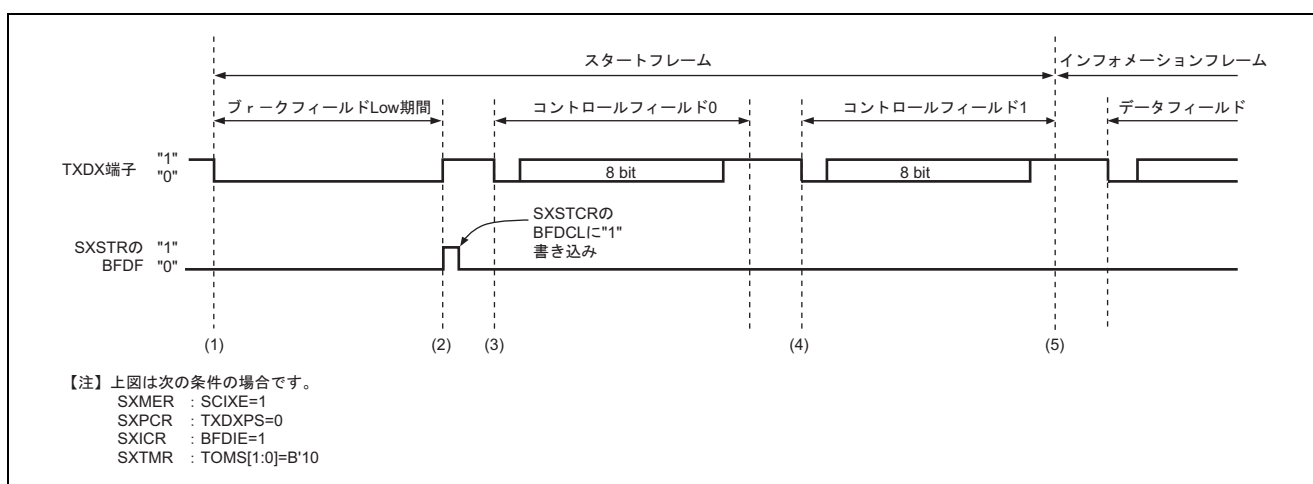
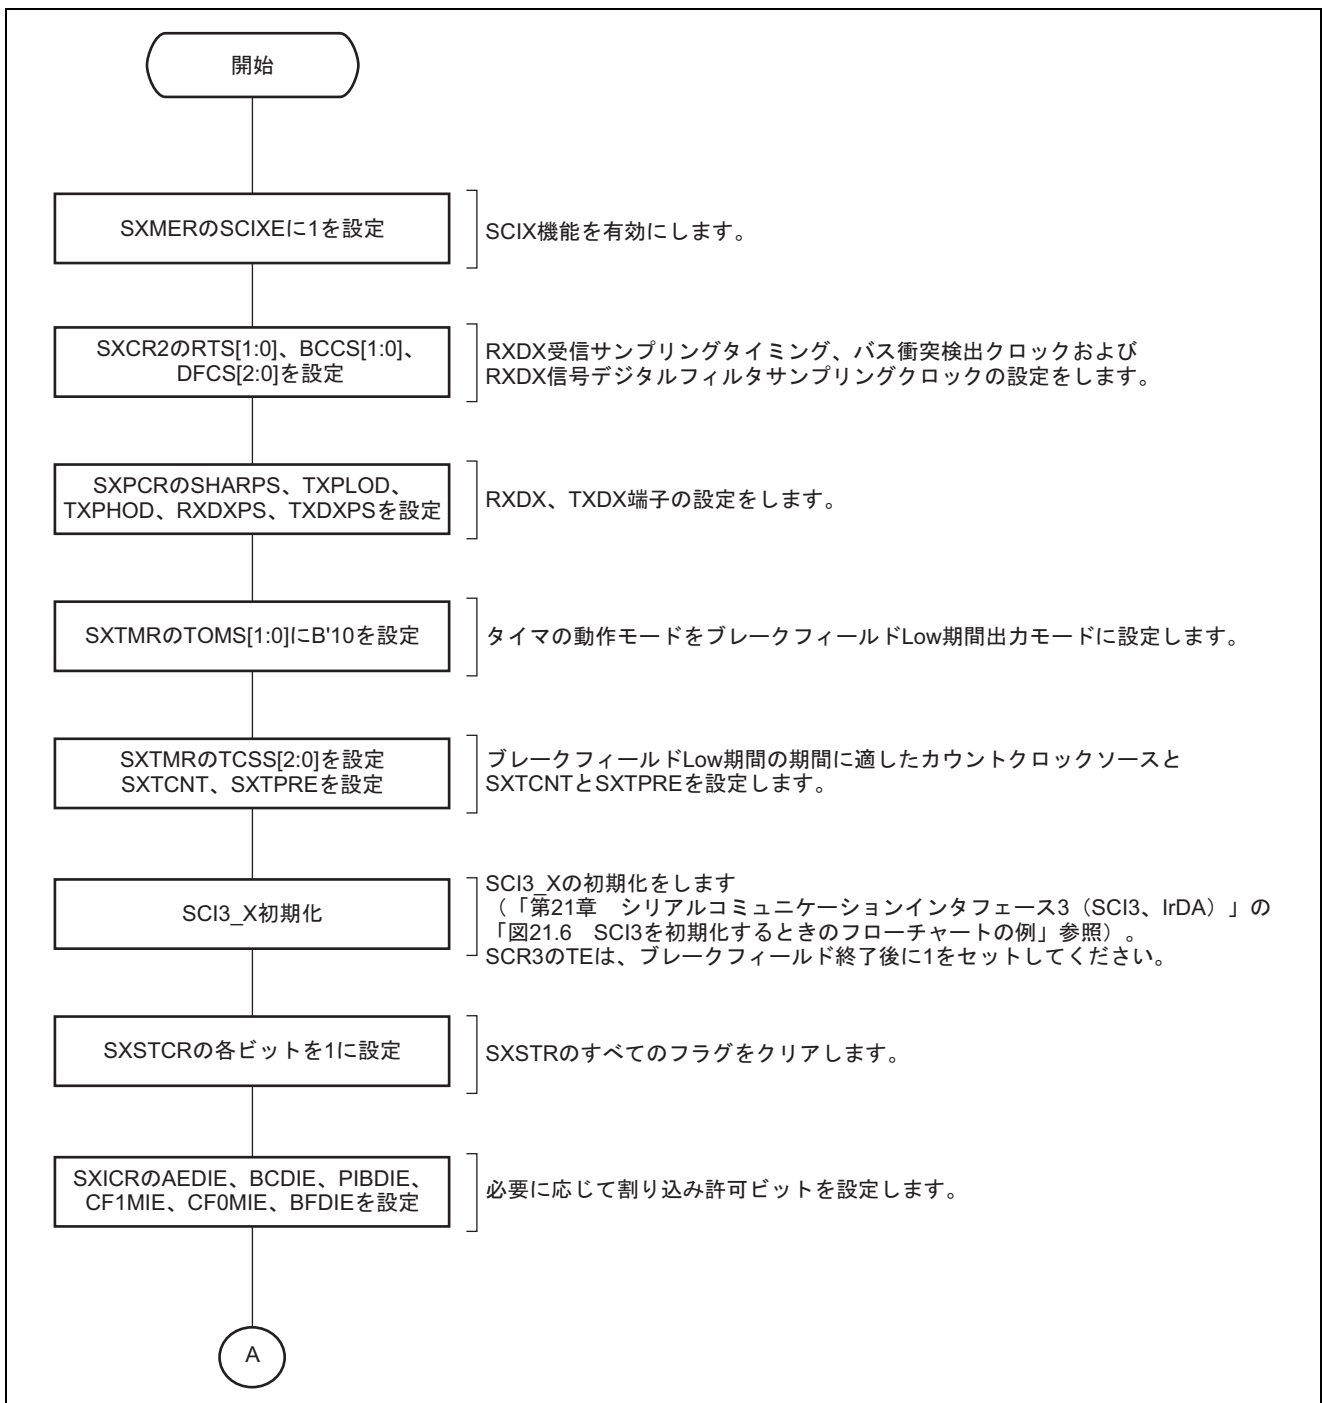
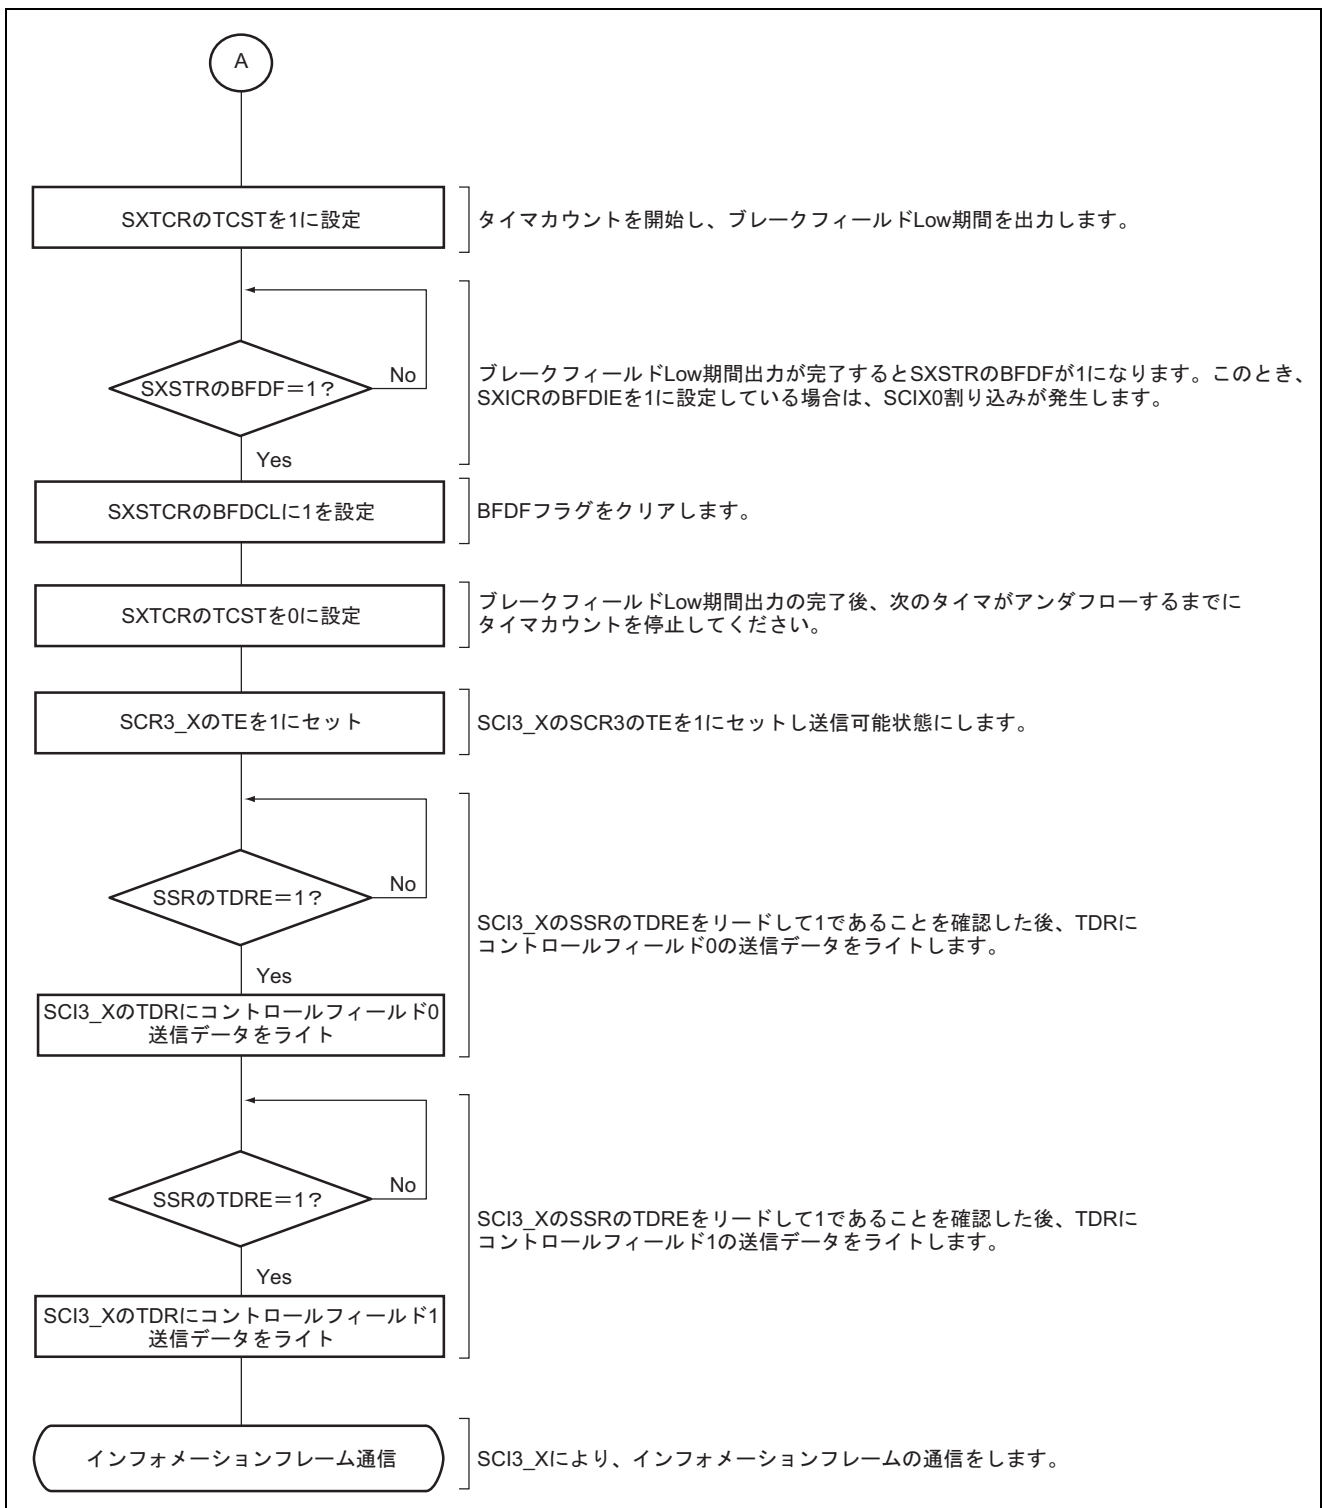

図 22.5 スタートフレーム送信時の動作例
図 22.6 スタートフレーム送信フローチャート例 (1)
図 22.7 スタートフレーム送信フローチャート例 (2)
図 22.5 にブレイクフィールド Low 期間、コントロールフィールド 0 およびコントロールフィールド 1 で構成されるスタートフレームの送信時の動作例を示します。また、図 22.6、図 22.7 にスタートフレームの送信を行うためのフローチャートを示します。SCIX は、スタートフレーム送信時、以下のように動作します。1. ~5.は図 22.5 の (1) ~ (5) に相当します。